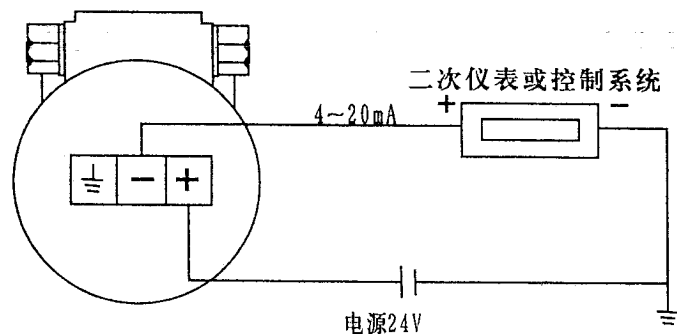

图 1.6.1
①按图1.6.1、1.6.2、1.6.5 接好线, 并将变送器安装在标准压力校准装置上。
②打开电子外壳端盖。
③用标准压力校准装置给出零点值,用工具调节Z电位器的位置, 使测量下限对应4mA。
④用标准压力校准装置给出满度值,用工具调节S电位器的位置, 使测量上限对应20mA。